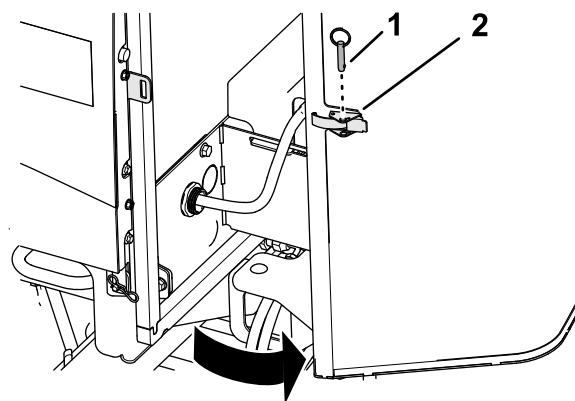

Figura 103
1. Retire el pasador de bola del cierre de la rejilla (Figura 103).